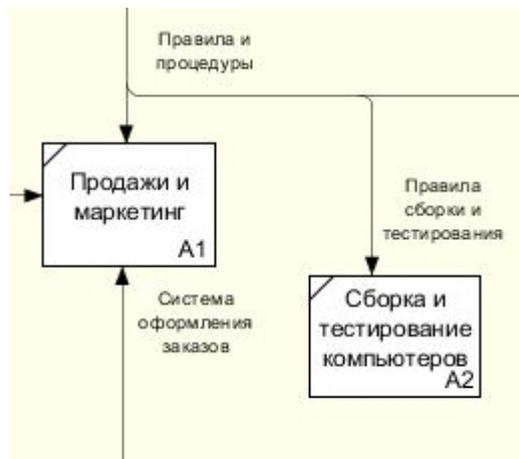

Рисунок 5 — Присвоение названий ветвям стрелок диаграммы декомпозиции A0
- Правой кнопкой мыши щёлкните по ветви стрелки "Сборка и тестирование компьютеров", переименуйте ее в "Правила сборки и тестирования" (см. Рисунок 5).
5. Правой кнопкой мыши щелкните по ветви стрелки механизма работы "Продажи и маркетинг" и переименуйте ее в "Система оформления заказов" (см. Рисунок 5)